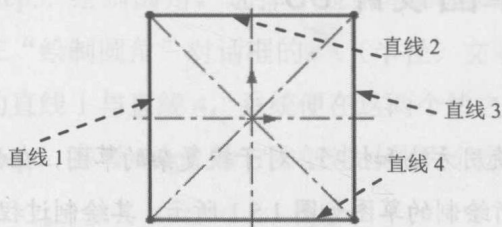
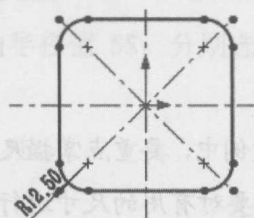

图 1.4.3 绘制的矩形
图 1.4.4 绘制的圆角
(2) 绘制矩形。选择下拉菜单 **工具(T)** → **草图绘制实体(E)** → **中心矩形** 命令，在图形区中绘制图 1.4.3 所示的直线。
(3) 绘制圆角。选择下拉菜单 **工具(T)** → **草图工具(T)** → **圆角(F)...** 命令，在“绘制圆角”对话框的  $r$ （半径）文本框中输入圆角半径值 12.5。分别选取图 1.4.3 所示的直线 1 与直线 2，系统便在这两个边之间创建圆角，同理添加其他圆角，完成后如图 1.4.4 所示。